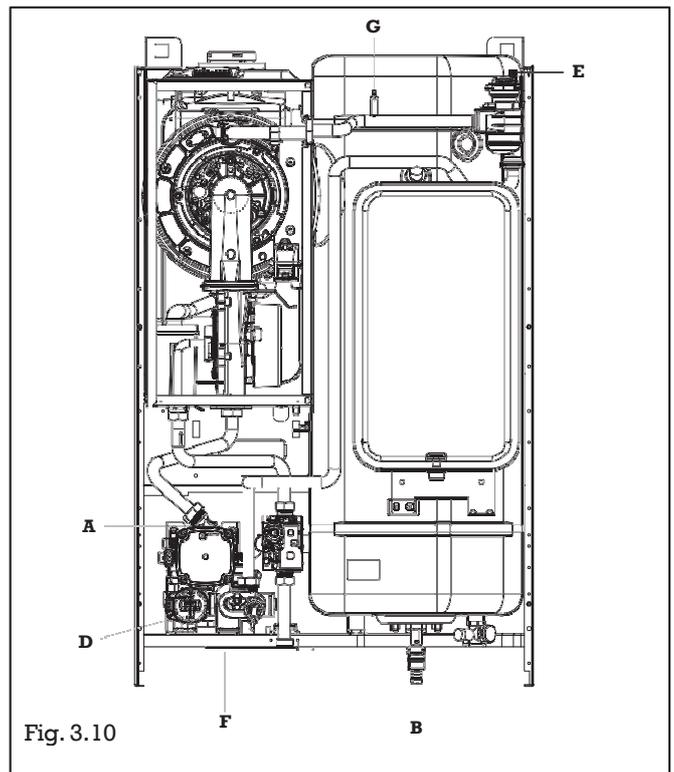

Fig. 3.10
Questa operazione deve essere eseguita quando l'apparecchio è freddo. Assicurarsi che l'installazione sia stata risciacquata bene. Verificare che il rubinetto di spurgo del bollitore (B, fig. 3.10) sia chiuso.
- aprire di 2 o 3 giri il tappo degli sfiati d'aria automatici (A-E) (fig. 3.10)
- aprire lo spurgo manuale (G) e utilizzando il tubo in plastica (fornito insieme alla documentazione), per scaricare l'acqua della caldaia
- Svitare il rubinetto di scarico della caldaia (D) l'acqua si smaltirà attraverso il collettore scarichi (F) (fig. 3.10)
- Svuotare il bollitore dal rubinetto (B, fig. 3.10), collegare un tubo in plastica poi svitare il rubinetto